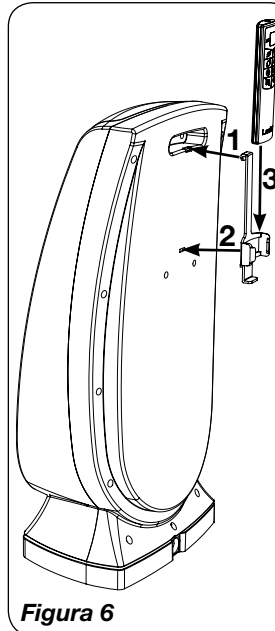

Figura 6
4. Fije el soporte del control remoto a la parte trasera del calentador. Deslice el control remoto hacia abajo para fijarlo en el soporte del control remoto. (Figura 6)